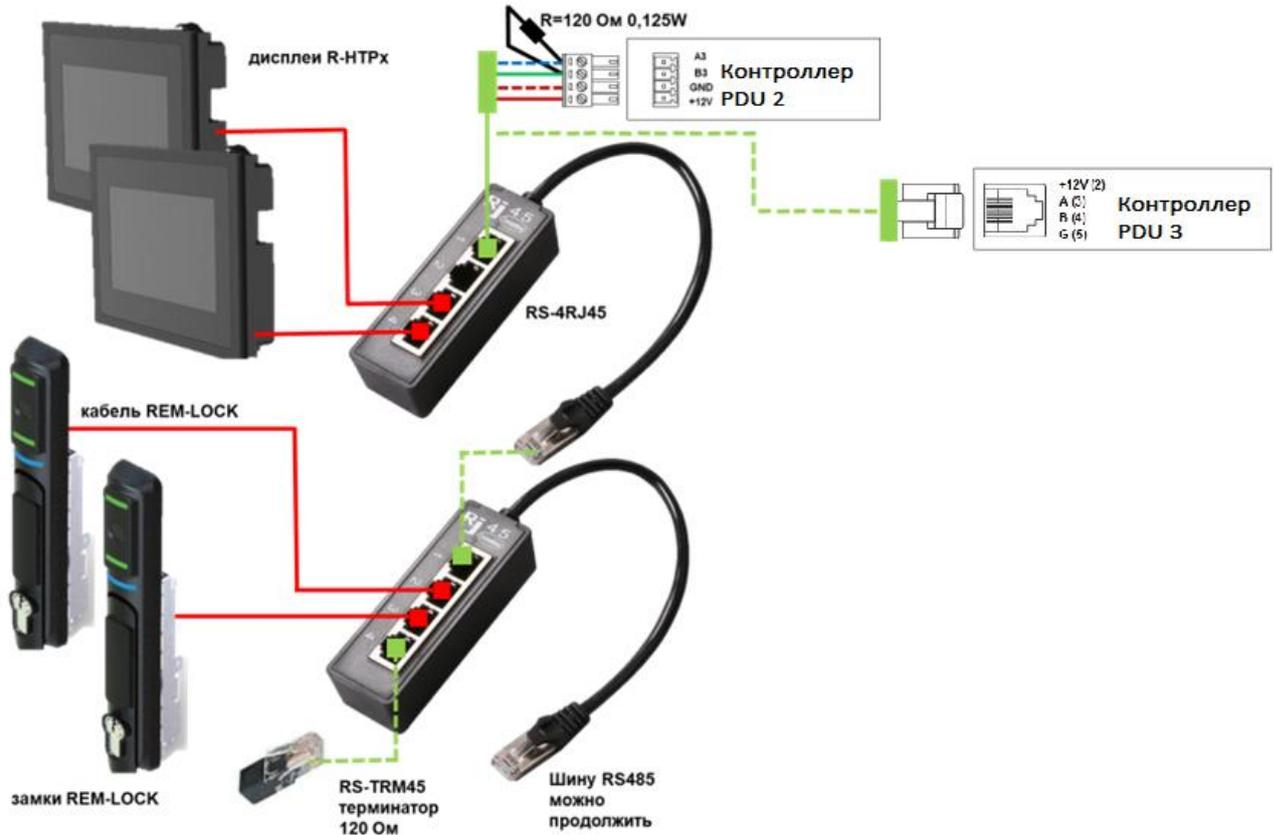

Рис. 6.8 - Рекомендованная схема организация шины RS-485 при суммарной длине L <20м
- для подключения нескольких ручек и HMI-дисплеев рекомендуется использование кабелей, входящих в комплект замков REM-LOCK, переходников REM™ и стандартных патч-кордов RJ45 (см. Рис. 6.8) при